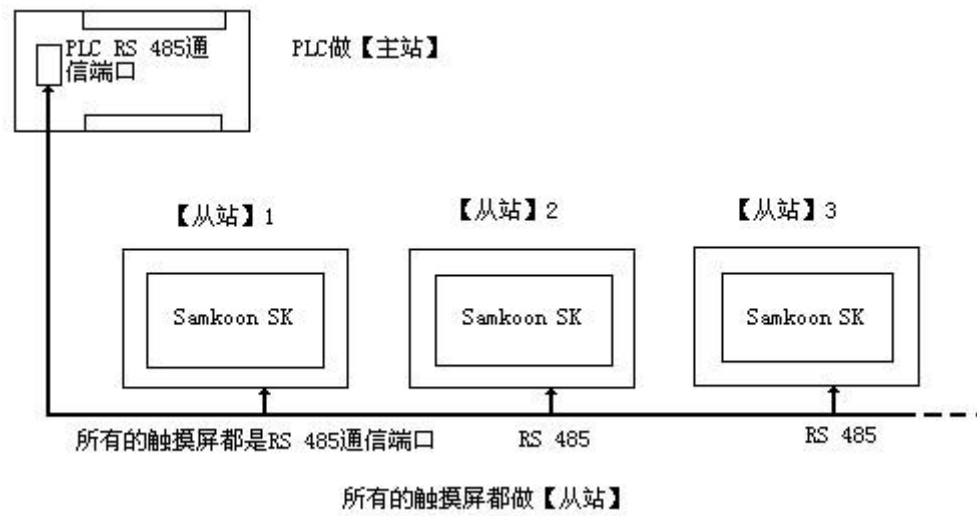

图 8-4 PLC(RS485)做【主站】的“一机多屏”连接示意图
2. 连接 PLC 的通信口为 RS485, 连接方式如下图 8-4 所示: